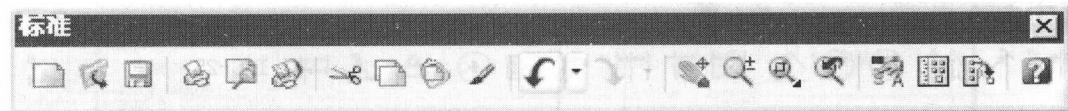

图 1-9 “标准”工具栏
(1)“标准”工具栏如图 1-9 所示,汇集了 AutoCAD 2004 基本的文件管理和编辑命令,以及视图窗口显示命令。